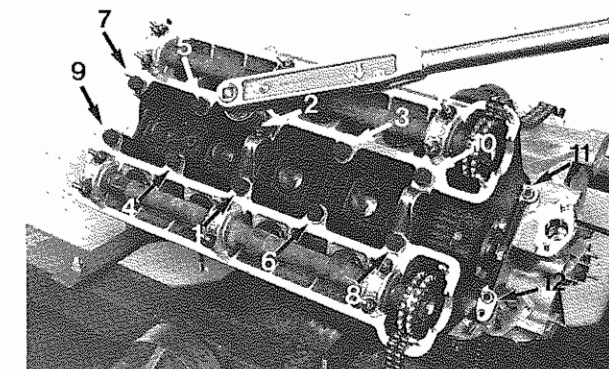

Fig. 51 - Numerazione di montaggio - Assembly numeration
- Appoggiare la testa cilindri sul basamento inserendo i grani di centraggio; serrare le viti di fissaggio $\varnothing 12$ secondo l'ordine di **Fig. 51** alla coppia prescritta (vedi pag. 1-7). In seguito serrare i dadi 11 e 12 $\varnothing 8$ alla coppia prescritta (vedi pag. 1-7).
- Place the cylinder head on the crankcase inserting the centering dowels: screw in $\varnothing 12$ screws following the order of **Fig. 51** and lock them at the given tightening torque (see page 1-7). Then lock $\varnothing 8$ nuts 11 and 12 at the given tightening torque (see page 1-7).